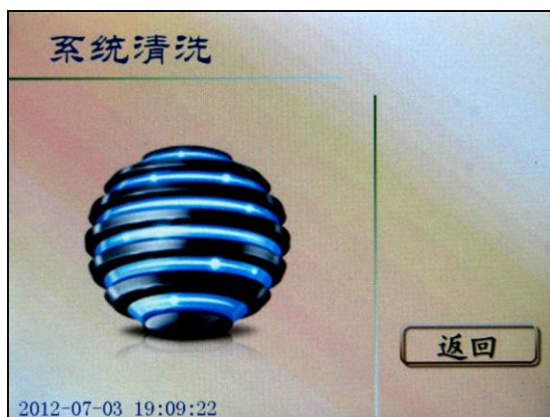

图 6 系统清洗页面
3. 在图 5 所示页面下，打开油样测定暗室盖，用手轻轻拨动油杯盘，使废液杯位孔偏离滴定位置。取一只油杯放入废液杯位孔内，按 **系统清洗** 键系统将自动进行萃取和中和管路的清洗，废液杯将承接清洗废液。系统清洗页面如图 6 所示。